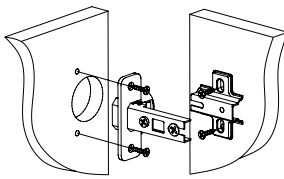

Рис.3
2. При помощи шурупов 3,5х16 установить петли на детали 1, 2 и ответные планки петель на детали 4, 5 (Рис. 3).